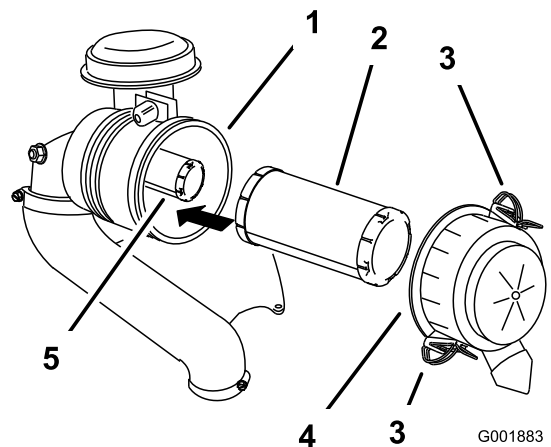

Figure 32
3. Déverrouillez le filtre à air et détachez le couvercle du boîtier du filtre (Figure 32).
5. Sortez le préfiltre du boîtier du filtre avec précaution (Figure 32).
2. Si vous remplacez l'élément de sécurité, insérez-le avec précaution dans le boîtier du filtre (Figure 32).
3. Glissez ensuite le préfiltre sur l'élément de sécurité avec précaution (Figure 32).
4. Reposez le couvercle du filtre à air, le côté portant l'inscription **UP** en haut, et verrouillez-le (Figure 32).